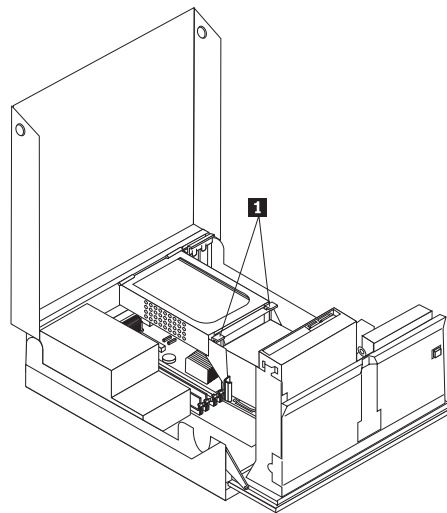

Figura 23. Accesso al disco fisso
2. Individuare l'unità disco fisso. Consultare la sezione Figura 23.